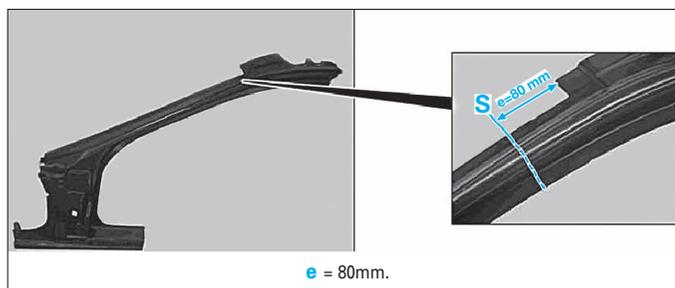

FIG. 44
- Tracer la ligne de coupe (S) sur le renfort (Fig.44).